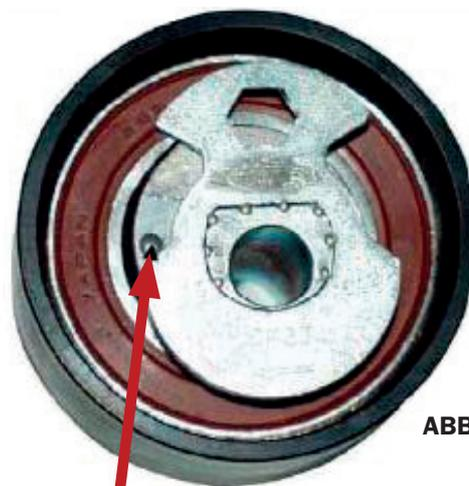

ABB. 2
7. Die Spannrolle im Uhrzeigersinn mit dem Inbusschlüssel drehen, bis sich die Kontrollmarkierung genau über der Unterkante der Aussparung befindet (Abb. 2).
11. Die Kurbelwelle zwei Umdrehungen **nach rechts** drehen. Überprüfen, ob sich die Kontrollmarkierung noch genau über der Unterkante der Aussparung befindet (Abb. 2). Wenn die Position abweicht, den Spannvorgang wiederholen.